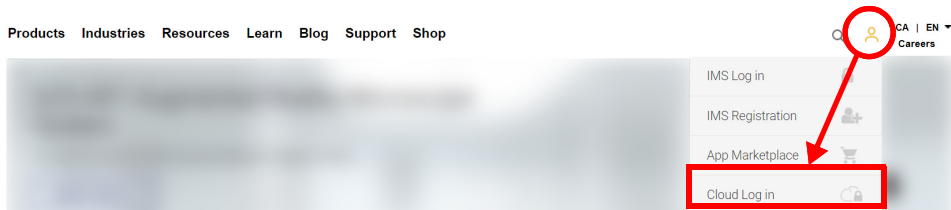

図 10-1 Cloud Log in (クラウドログイン)
2. OSC でアカウントを作成するか既存のアカウントに参加します (管理者がアカウントを作成し他のすべてのユーザーを招待します)。www.olympus-ims.com にアクセスし、249 ページの図 10-1 に示すように **Cloud Login** (クラウドログイン) をクリックします。